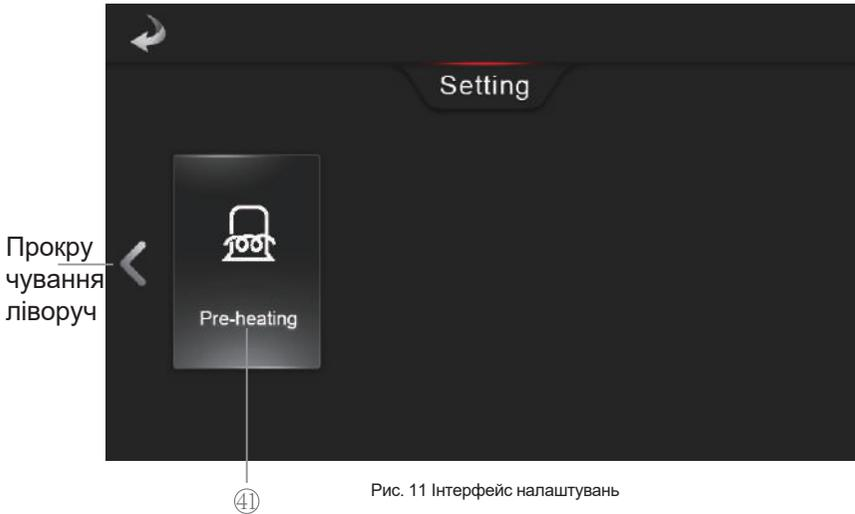

Рис. 11 Інтерфейс налаштувань
В інтерфейсі налаштувань (рис. 11), коли кнопка (41) відображає «OFF Pre-heating» і «», натисніть кнопку (41), щоб увімкнути функцію попереднього нагріву, і вона буде відображати «ON Pre-heating» і «» ; коли увімкнено режим попереднього нагрівання, натисніть цю кнопку ще раз, щоб вимкнути її. Попередній нагрів доступний лише тоді, коли пристрій вимкнено, або функцію попереднього нагрівання не можна встановити.